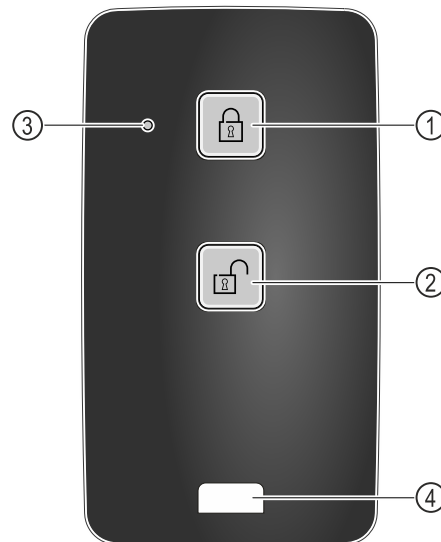

Fig. 220
- (1) Schloss verriegeln
- (2) Schloss entriegeln
- (3) Status LED
- (4) Befestigungsöse
- ▶ Taste Fig. 220 (1) auf der Fernbedienung drücken.
- ▶ Taste Fig. 220 (2) auf der Fernbedienung drücken.
- ▶ Status-LED Fig. 220 (3) gibt bei Tastendruck eine optische Rückmeldung.
- ▶ Öse Fig. 220 (4) zur Befestigung der Fernbedienung, zum Beispiel an einem Schlüsselbund.